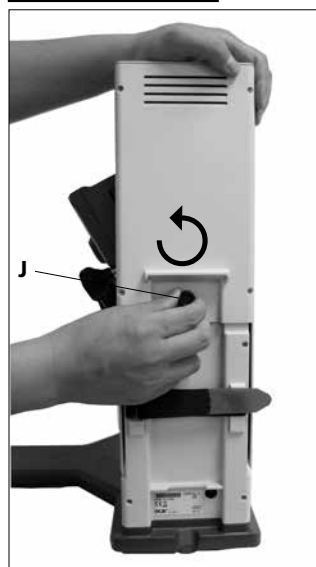

Fig. 8
2.) Desserrez la sécurité de transport . (Fig. 8)